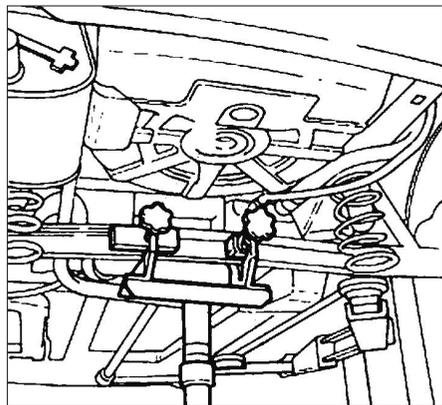

FIG. 26
- Positionner un vérin d'organe dans l'alignement du ressort arrière (Fig.26).